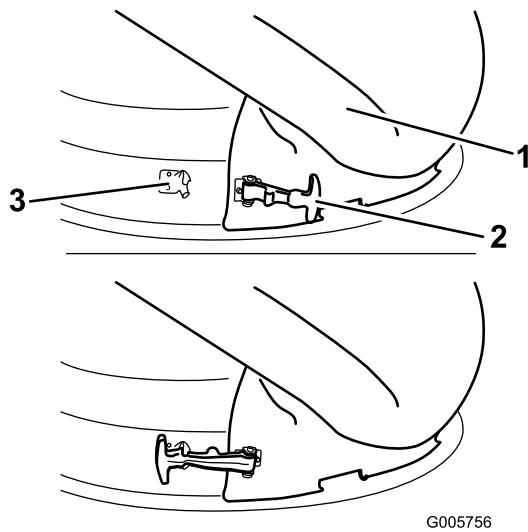

Figura 24
- Fissate la guida di scarico sul piatto di taglio da 50 poll. Agganciate il fermo flessibile della guida di scarico al fermaglio saldato sul piatto di taglio, sul retro dell'apertura (Figura 24).